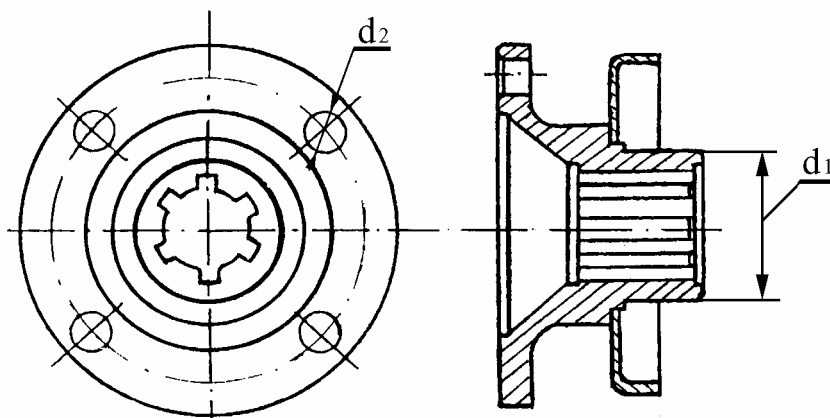

Рис.27. Фланец.
4.9 ФЛАНЕЦ 2101-2201100, 21213-2201100 (рис.27).